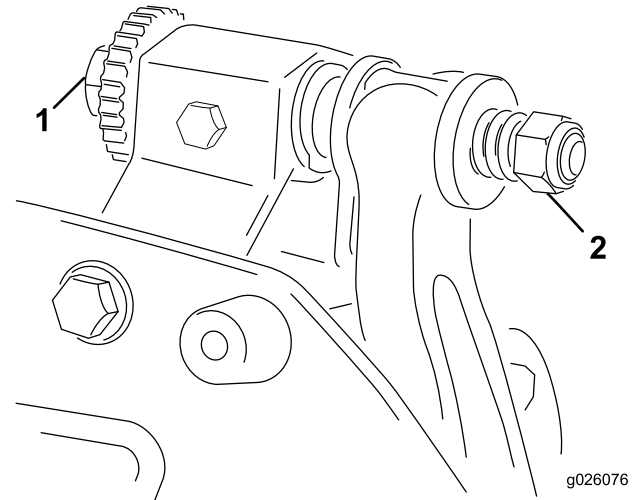

Figura 4
2. Incline a unidade de corte para que a lâmina de corte e o cilindro fiquem expostos. **Certifique-se de que as porcas nos parafusos da extremidade traseira da barra de apoio não estão apoiadas na superfície de trabalho (Figura 4).**